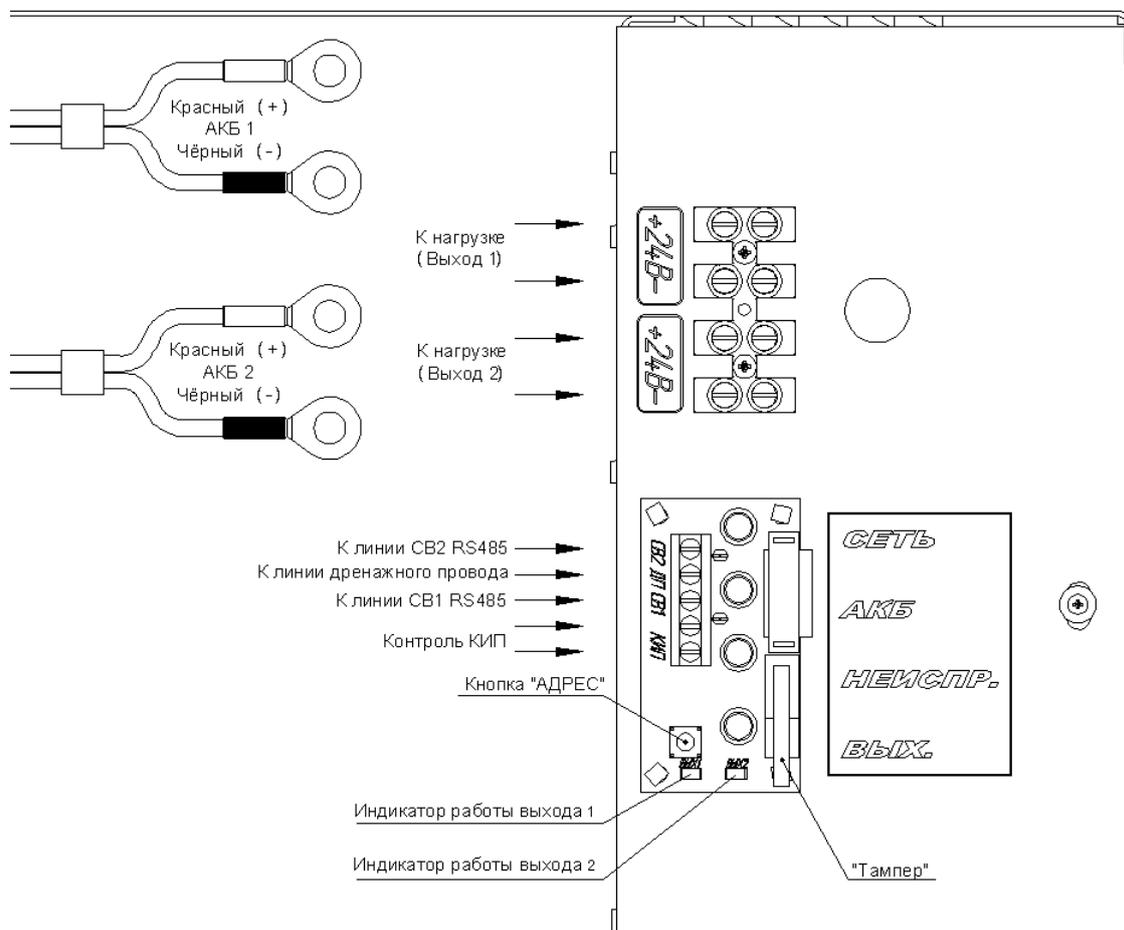

Рисунок 1
- установите аккумуляторы на посадочное место, выполните подключение нагрузки, шлейфа КИП и аккумуляторов согласно монтажной схеме (рис.1) строго соблюдая полярность подключения.
- если в системе используется шлейф КИП, то подключите его по монтажной схеме (рис.1);
- если в системе используется интерфейс RS485, то подключите его к клеммам “СВ1” (В), “СВ2” (А) (Рис.1). В случае если прибор, с которым осуществляется связь по RS485 не запитан от этого ИРПА, подключите клемму “ДП” к минусу питания прибора;